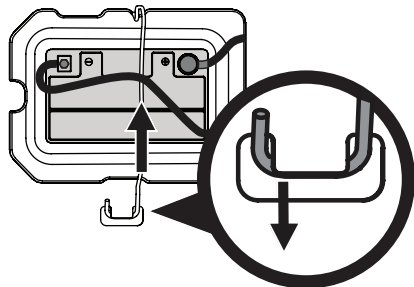

Figure 22
NOTE : Le faisceau électrique doit être placé au-dessus de la barre de retenue de la batterie. Autrement, il risque d'être endommagé (Figure 22 à la page 87).
3. Enlevez la tige de retenue de la batterie. Pour ce faire, pressez l'extrémité recourbée pour la faire sortir de la patte sur l'aile à droite de la batterie. Faites pivoter la tige de retenue de la batterie (b) vers le haut et retirez la batterie (Figure 22).